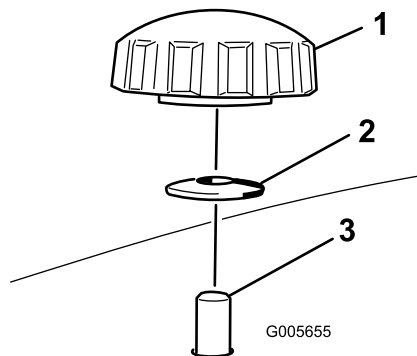

Figure 16
4. Retirez les 2 boutons et rondelles bombées qui fixent le déflecteur droit au plateau de coupe (Figure 16).
5. Déposez le déflecteur droit et abaissez le déflecteur d'herbe sur l'ouverture d'éjection, comme montré à la Figure 16 et la Figure 17.
5. Insérez le déflecteur droit sous le plateau de coupe et fixez-le en place avec 2 boutons et les rondelles bombées (face concave vers le plateau de coupe) comme montré à la Figure 16 et la Figure 17.